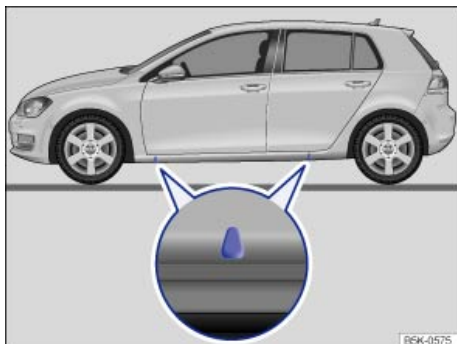

Fig. 272 Puntos de apoyo para el gato.
El gato solo se deberá colocar en los puntos de apoyo que se indican (marcas en la carrocería) $\Rightarrow$ fig. 272. El punto de apoyo válido es el que se encuentra junto a la rueda correspondiente $\Rightarrow$ .
6. Busque debajo del vehículo el punto de apoyo para el gato ⇒ fig. 272 que se encuentre más próximo a la rueda que haya que cambiar.